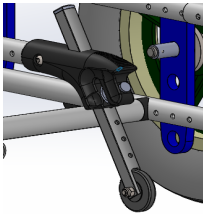
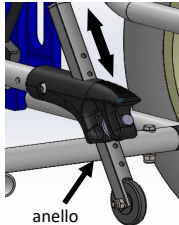

fig. 5.1
fig. 5.3
Le routine possono considerarsi in presa (fig. 5.1) se si trovano ad una distanza compresa tra 25mm e 40mm dal pavimento; se posizionate troppo in alto non riducono il rischio di ribaltamento, se troppo in basso possono urtare contro eventuali ostacoli. Per azionare il sistema antiribaltamento (fig. 5.3) tirare l'anello verso l'esterno e far scorrere il tubo ruotina:
- verso il basso funzionamento in presa come fig. 5.1